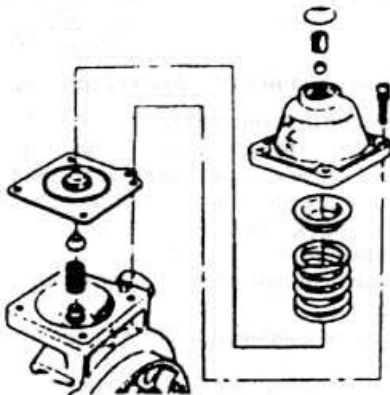

Рис. 2.127
- ♦ Выньте остальные части регулятора (рис. 2.127).
- ♦ Соберите части регулятора, как это показано на рис. 2.127. Равномерно затяните болты крышки.